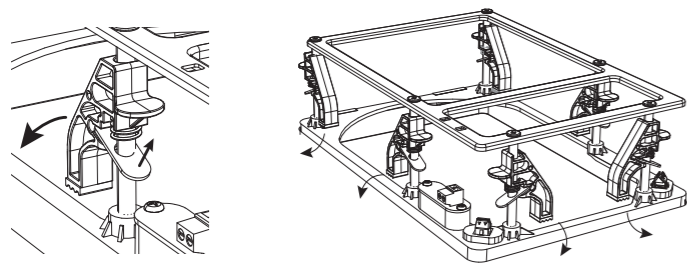
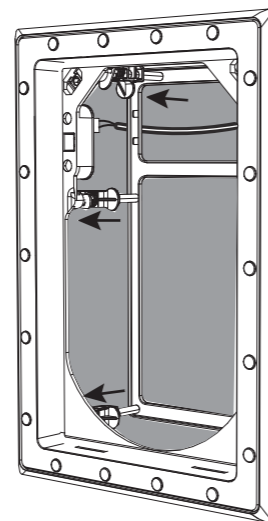

Fig. 9. Adjusting the Mounting Clamps from the Stowed Position
Fig. 11. Frame securely clamped to the Wall
2. Accédez à l'intérieur du cadre et faites pivoter les pinces de montage en position «Serrage», où elles peuvent exercer une force de serrage à l'arrière de l'ouverture (Fig. 9 et 10). Appuyez sur le cadre et serrez chaque collier, de sorte que le cadre soit bien en place (Fig. 11).